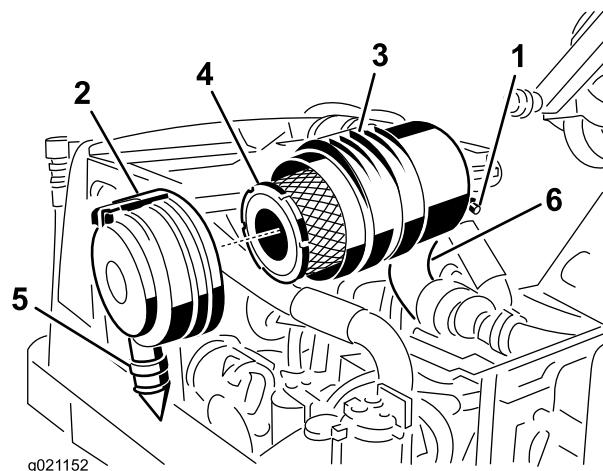
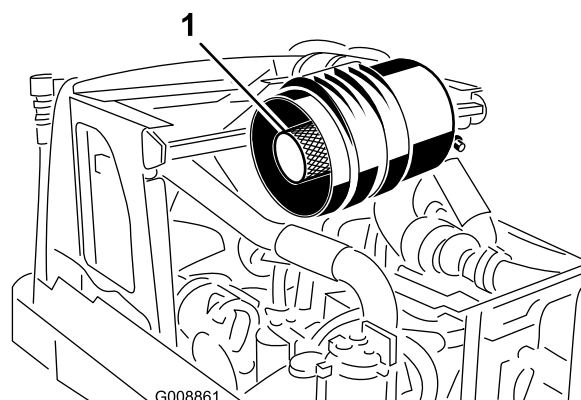

Рисунок 59
Рисунок 60
1. Оттяните защелку наружу и поверните крышку воздухоочистителя против часовой стрелки (Рисунок 59).
2. Снимите фильтр грубой очистки (Рисунок 59). Очищать использованный элемент не рекомендуется из-за возможности повреждения фильтрующей среды. Проверьте новый фильтр на отсутствие повреждений при транспортировке, осмотрев уплотнительный конец фильтра и корпус. Не используйте поврежденный фильтрующий элемент. **Не** снимайте контрольный фильтр (Рисунок 60).
**Внимание:** Никогда не пытайтесь очистить контрольный фильтр (Рисунок 60). Заменяйте контрольный фильтр новым после каждых трех обслуживаний фильтра грубой очистки.
3. Замените фильтр грубой очистки (Рисунок 59).
6. Установите крышку резиновым выпускным клапаном (Рисунок 59) вниз - примерно между 5:00 и 7:00 часами, если смотреть с торца. Зафиксируйте защелку.